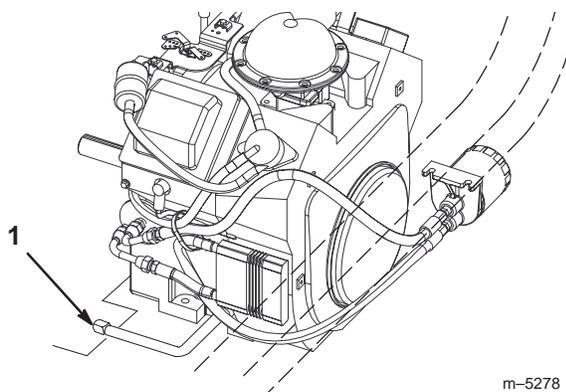

Figure 59
3. Placez un bac de vidange sous l'orifice de vidange. Enlevez le bouchon de vidange (Fig. 59).